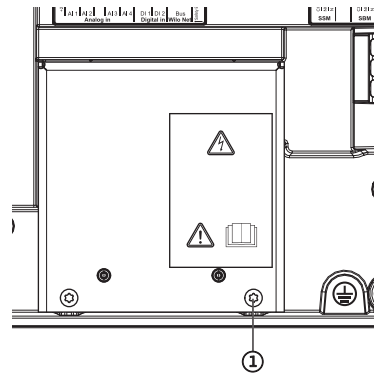

Fig. 113: Tôle de protection de compatibilité électromagnétique
4. Desserrer les vis de la tôle de protection de compatibilité électromagnétique (Fig. 113, pos. 1) et retirer la tôle de protection.